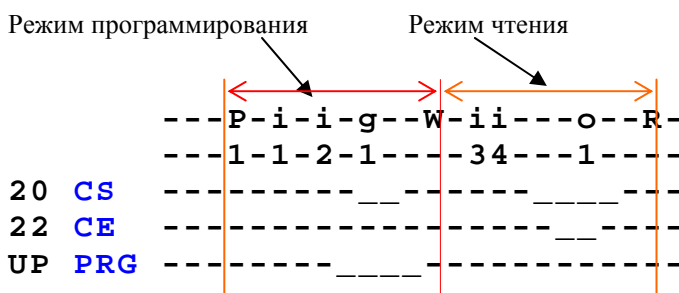

Рис. 9
Временная диаграмма Р-функции задает режимы программирования и чтения ячейки микросхемы ППЗУ (рис. 9). Алгоритм программирования задается программно в соответствии с ТУ на данный тип микросхем. Существующая версия программного обеспечения поддерживает следующие алгоритмы:
- слово задания адреса задается на временной диаграмме входным словом ‘i’ (i1 и i3 на рис. 9);
- слово задания данных в режиме записи задается входным словом ‘i’, в режиме чтения выходным словом ‘o’ (i2 и o1 на рис. 9).
Временные диаграммы режимов программирования и чтения ячейки микросхемы ППЗУ K573PФ4 показаны на рис. 9. В режиме программирования (такты диаграммы от ‘P’ до ‘W’) адрес ячейки задает входное слово **i1**. Данные записи, которые считываются из файла задания данных, задаются словом **i2**. Далее на микросхему подаются импульсы ‘PRG’ (программирования) и ‘CS’ (выбор кристалла). Слово **g1** задает время программирования. В режиме чтения слово **i3** задает адрес чтения ячейки, **i4** – константа, которая подготавливает шину данных к чтению. В момент подачи на микросхему импульсов ‘CS’ и ‘CE’ (чтение) данные ячейки записываются в слово **o1**.